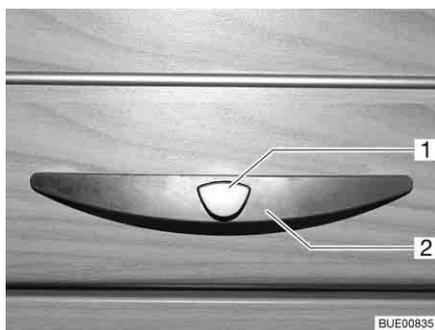

Bild 41 Möbelklappe mit Druckknopf
- Innenteil des Schlosses drücken. Der Druckknopf springt heraus (Bild 41).